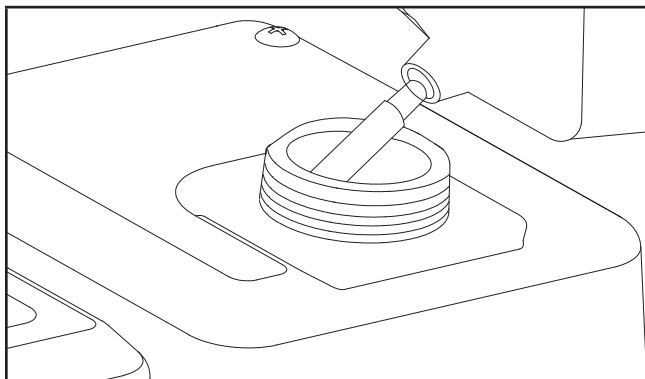

Figure 16
1. Enlevez le bouchon du réservoir d'essence (figure 16).